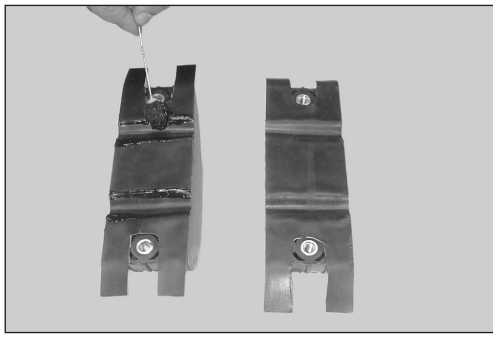

Figura 44
6.20 Antes de instalar as metades dos cabeçotes laterais aplique uma camada de selante somente nos contornos dos orifícios que ficarão em contato com o cabo (figura 44).